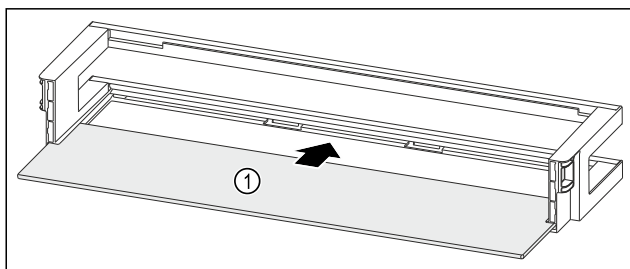

Fig. 197 Polica u vratima s policom za odlaganje
- Umetnite policu Fig. 197 (1) u bočna udubljenja.